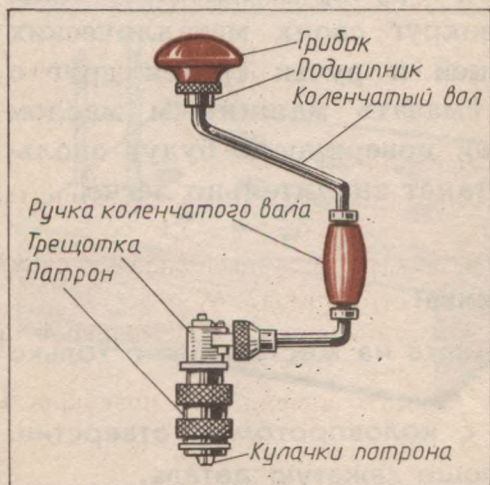

Рис. 85. Коловорот.
**Устройство коловорота.** Коловорот — это ручной инструмент для сверления отверстий (рис. 85). В верхней части коловорота установлена *рукоятка* — грибок, на которую нажимают во время работы. За среднюю часть коловорота — *ручку коленчатого вала* — вращают инструмент. В нижней части коловорота укреплен *патрон с кулачками*. В патроне зажимается сверло. Над патроном находится *трещотка*. Это устройство называется так потому, что трещит — сигнализирует, если вы неправильно обращаетесь с инструментом.